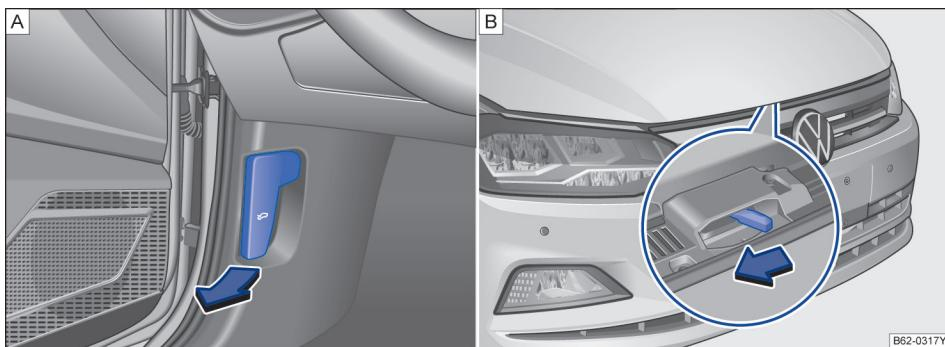

图 140 [A] 发动机舱盖锁开启手柄。[B] 散热器格栅上方用于打开发动机舱盖的分离杆
- 将车门打开沿图示箭头方向拉动开启手柄→图 140 [A]，舱盖在弹簧机构的作用下弹开稍许。
- 略微抬起发动机舱盖，拨动锁钩，使锁钩脱开→图 140 [B]→⚠